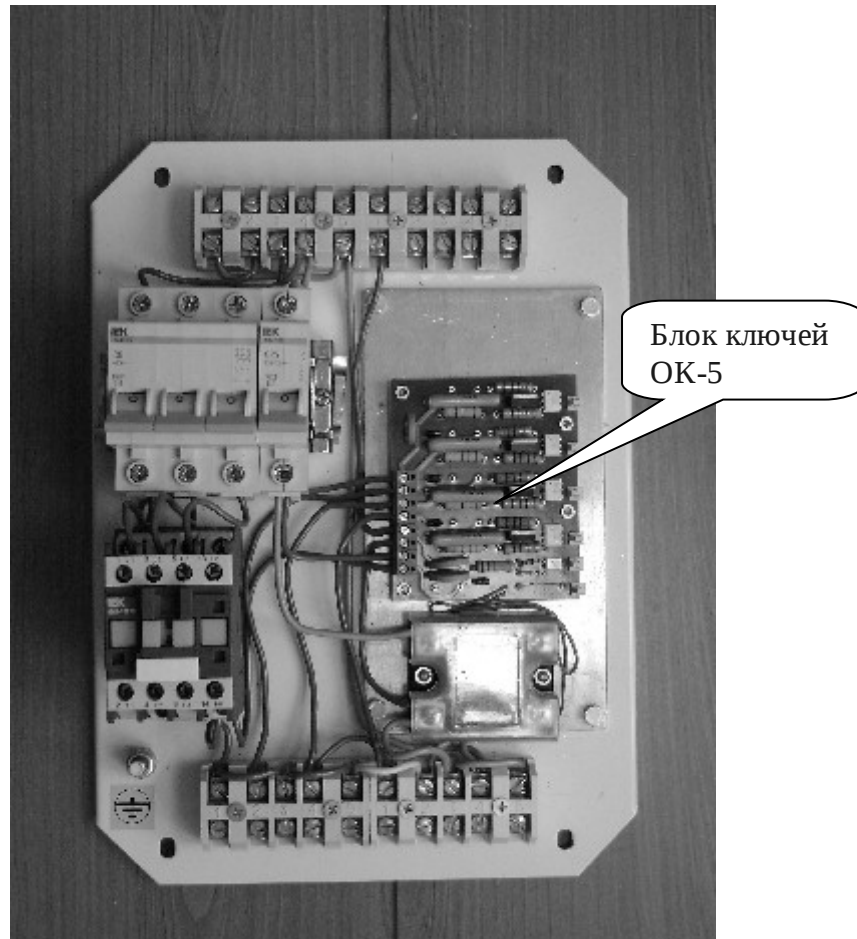
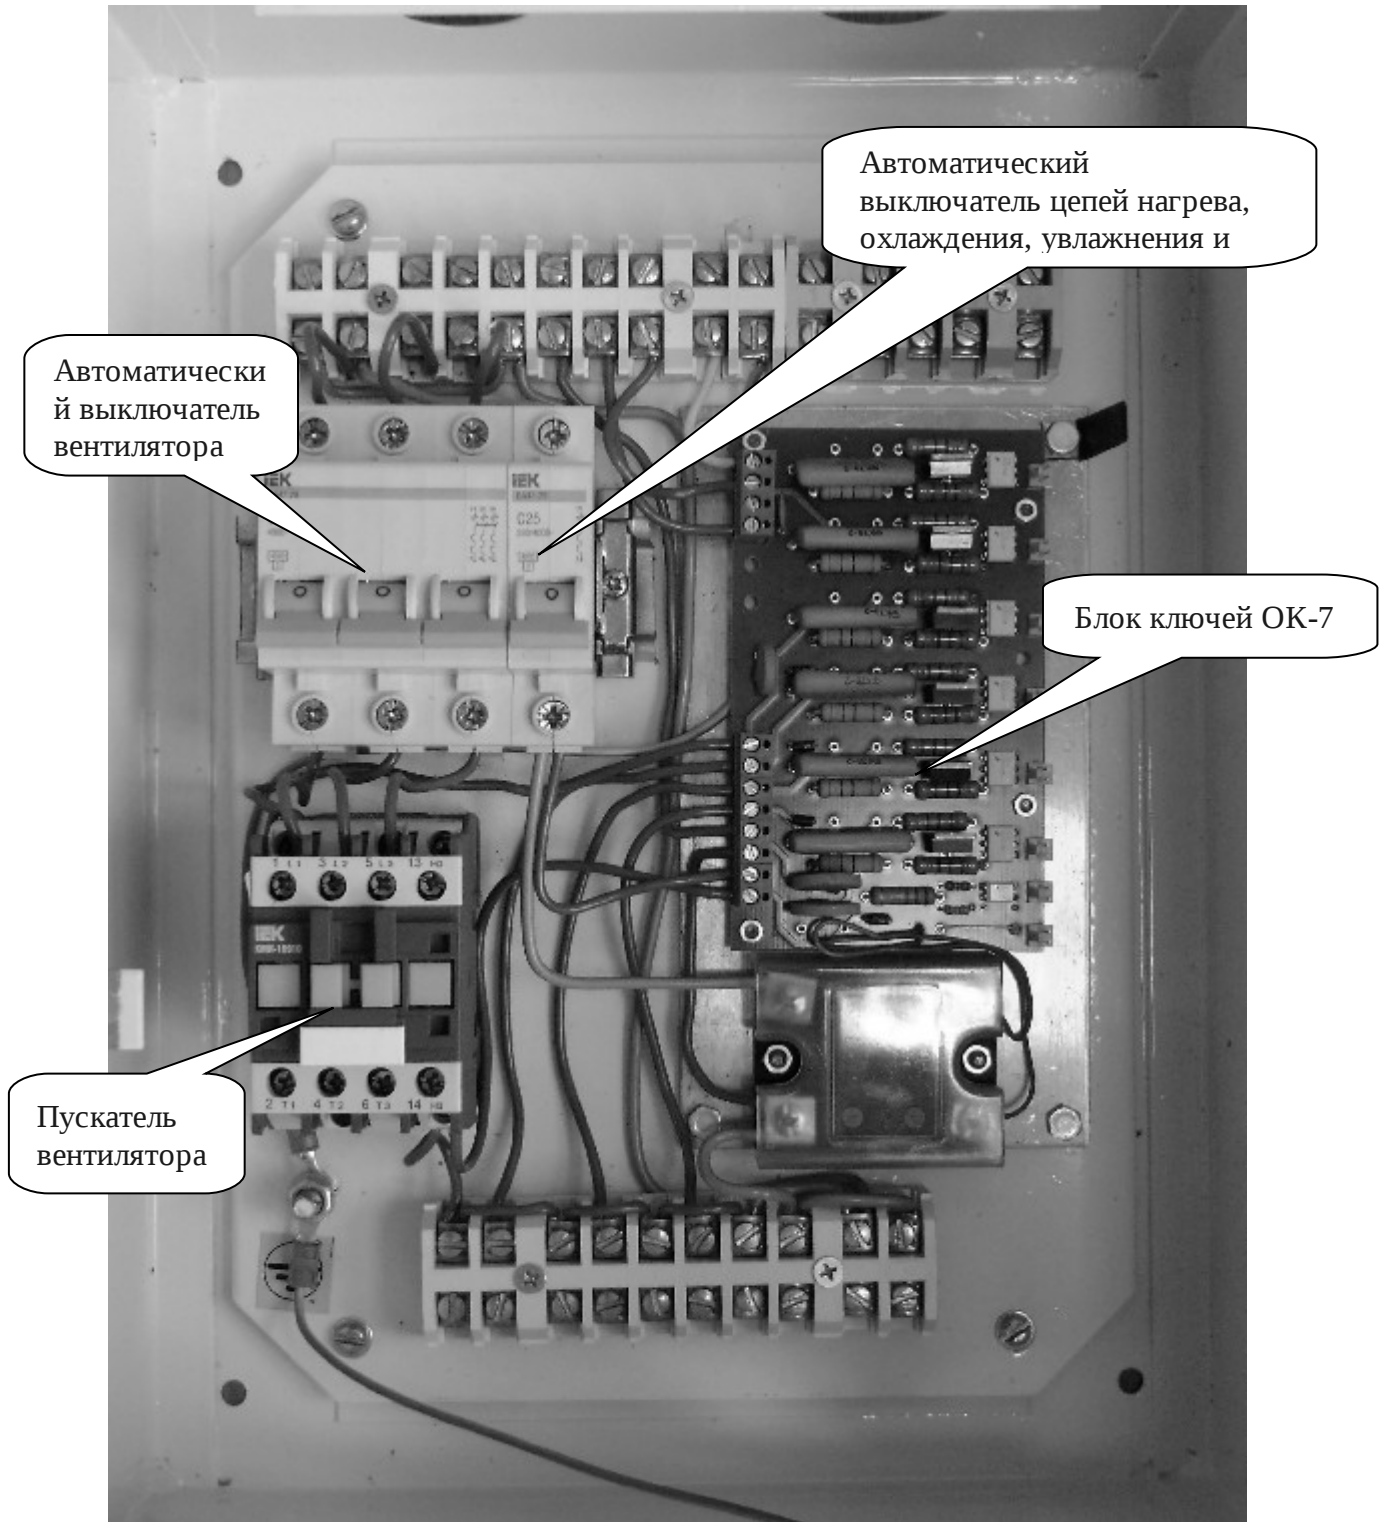
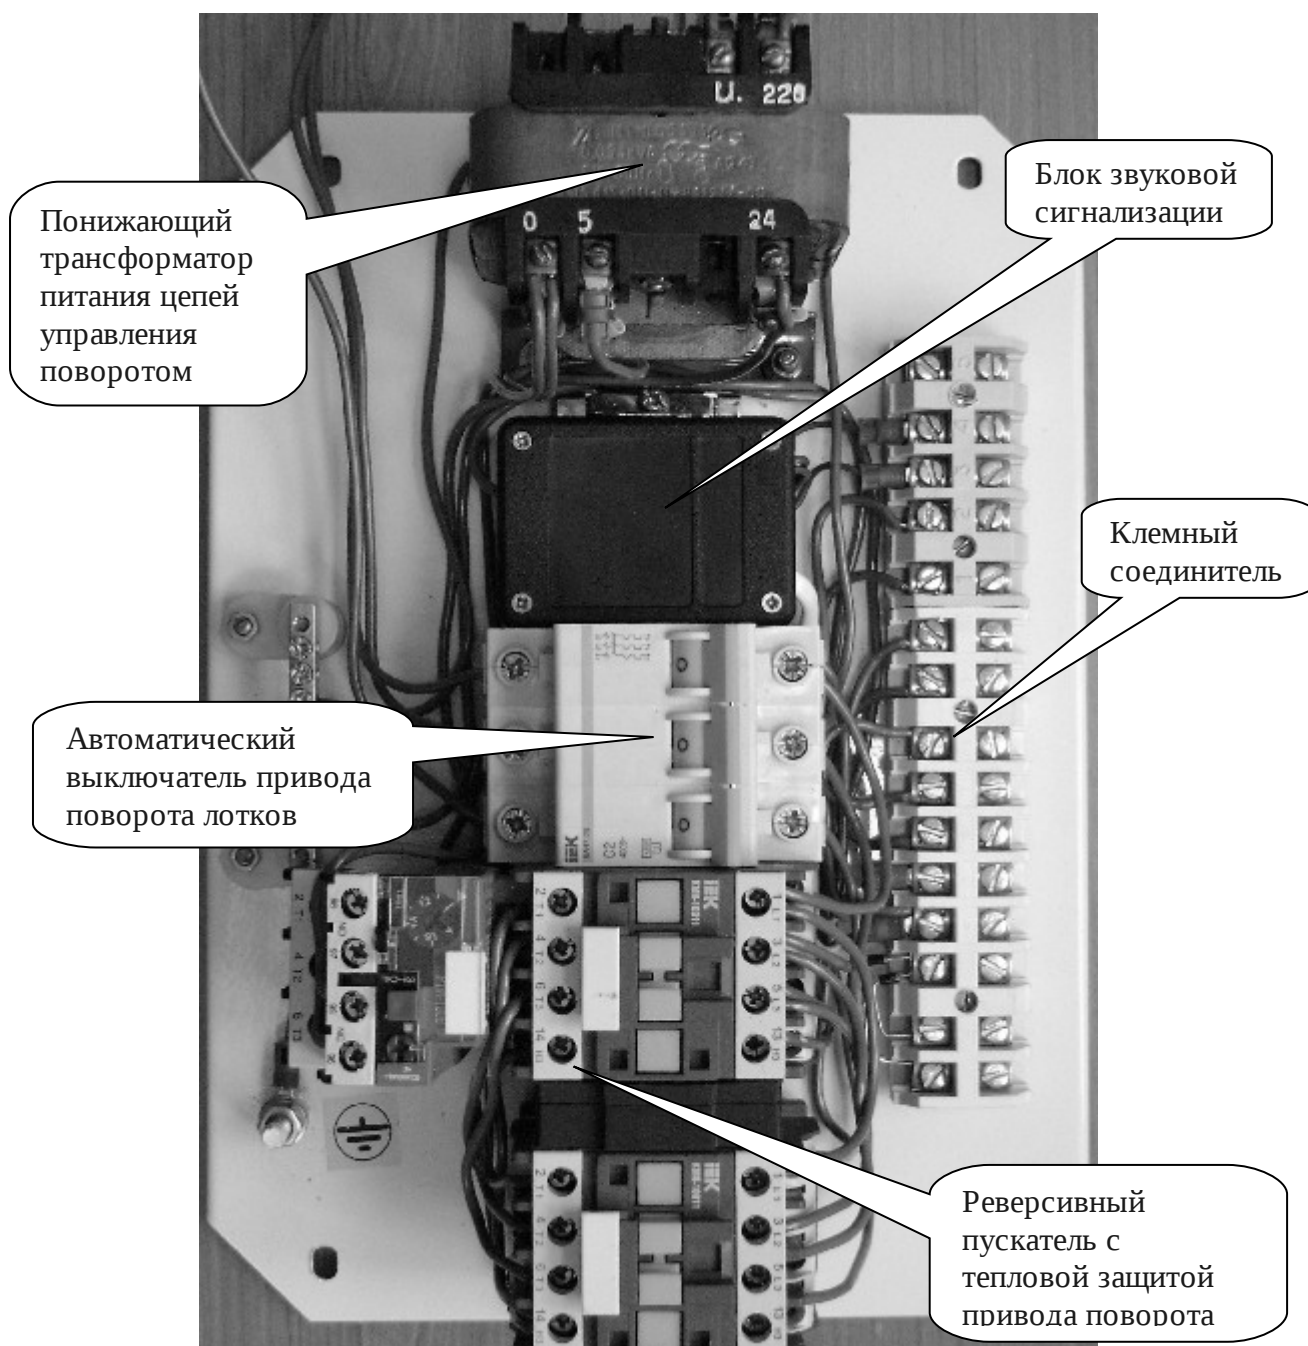

Рисунок 5 Панель ящика управления выводным инкубатором.
Рисунок 6 Ящик управления предварительным инкубатором.
Рисунок 7 Панель ящика управления поворотом лотков
4.4. Силовая часть инкубатора смонтирована в ящиках (Рисунок 5, Рисунок 6, Рисунок 7)